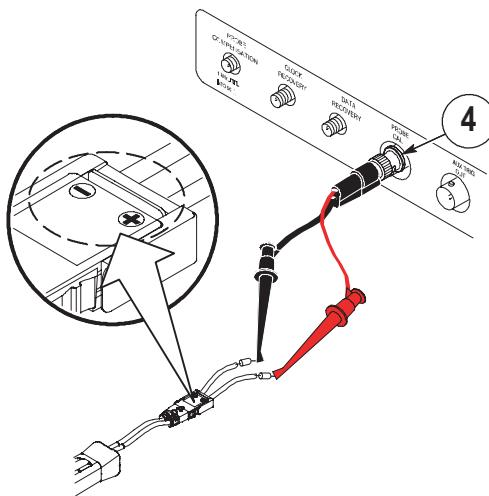

図 7 : プローブ校正用にプローブを接続 (TDS6000B/C の場合)
4. BNC-ミニグラバを、11 ページの図 7 に示すようにオシロスコープのプローブ校正コネクタに接続します。